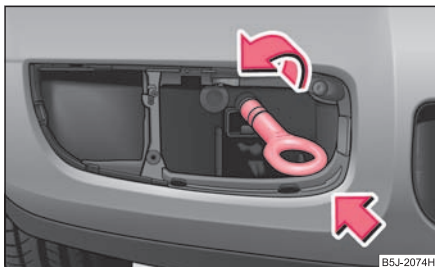

Fig. 202 Bara de protecție față: Montarea inelului de remorcare
- Înșurubați inelul de remorcare cu mâna spre stânga ⇒ fig. 202.